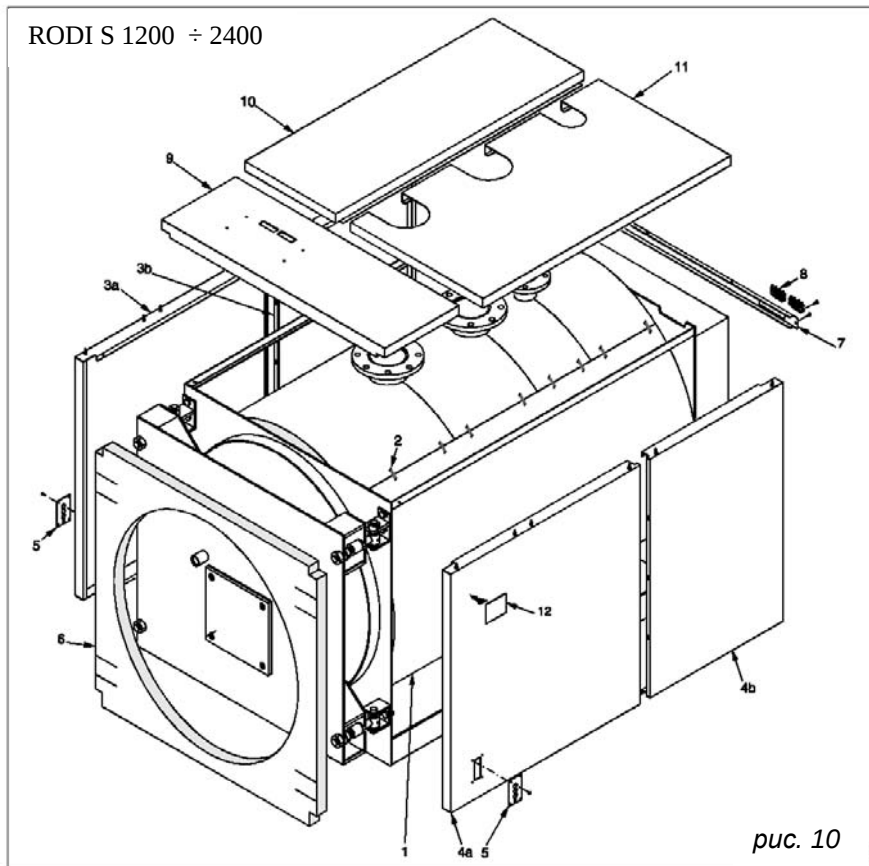

рис. 10
Для модели «RODI S 1400» (см. рис. 10) кожух и изоляция укладываются в трех отдельных упаковках:
Для моделей от **RODI S 1850 до RODI S 3500** (см. рис. 10 и 11) кожух и изоляция укладываются в четырех отдельных упаковках:
3.2.6 Установка кожуха котла RODI S 1200 ÷ 2400 (рис. 10)